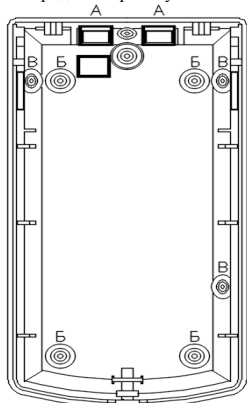

Рис. 4. Внешний вид внутренней стороны основания корпуса извещателя
- вскрыть необходимые отверстия для монтажа (см. рисунок 4);